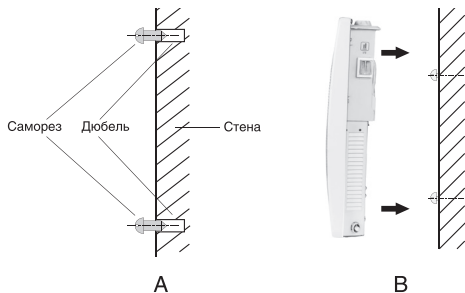

Рис. 2
2. Просверлите 3 отверстия глубиной 40 мм (рис. 2)